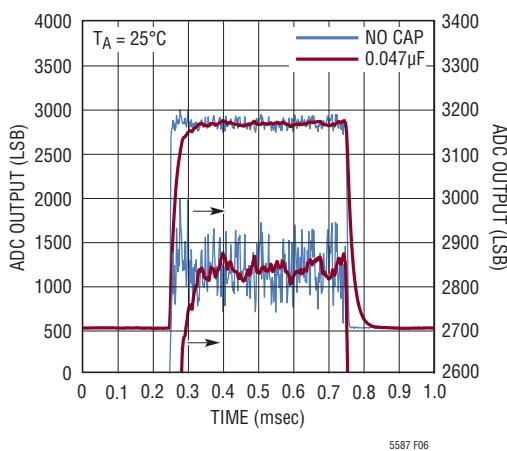

図6. WCDMAの4キャリア変調を使用したRFパルスの残留リップル、出力過渡応答
2.14GHzで-10dBmの4キャリアWCDMAダウンリンク信号の残留リップル・レベルに対する外付けフィルタ・コンデンサの効果を図6に示します。出力に0.047μFのコンデンサを追加すると、ピーク・トゥ・ピーク出力リップルが150LSBから約60LSBまで減少します。